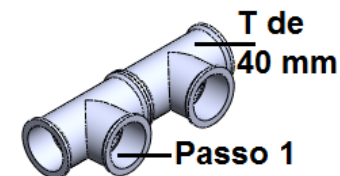

Figura 27. Montagem dos módulos – Módulo 6 – Passo 2
- Passo 2: Junte a conexão “T 40 mm” com o conjunto montado no passo 1, como mostrado na figura 27 (2 unidades);